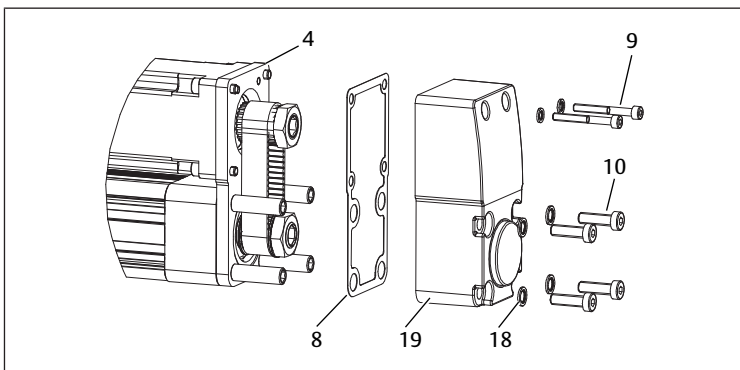

Fig. 18: Instalação da tampa da transmissão
1. Coloque a junta plana (8) entre a tampa da engrenagem (19) e a placa intermediária (4).
2. Deslize os discos de vedação (18) sobre os parafusos Allen (9/10).
3. Aperte a tampa da transmissão. Consulte → Fig. 18.